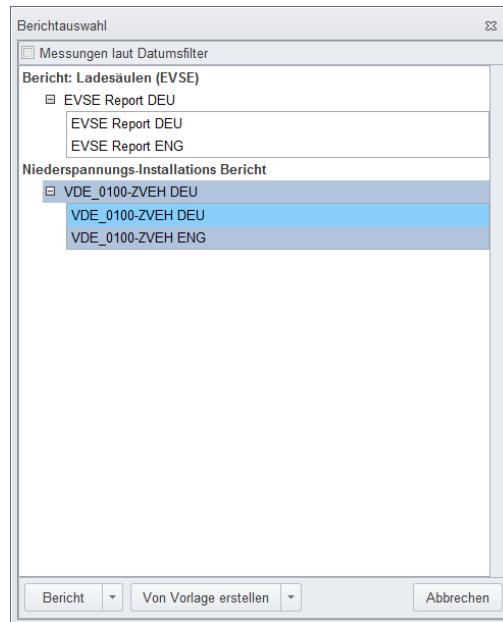

Abbildung 9.1: Auswahlfeld des Berichtsformulars
- Klicken Sie auf in der Funktionsgruppe „PRO-Berichte“ der Home-Registerkarte, um das Dialogfeld zur Auswahl des Berichtsformulars zu öffnen (**Abbildung 9.1**).